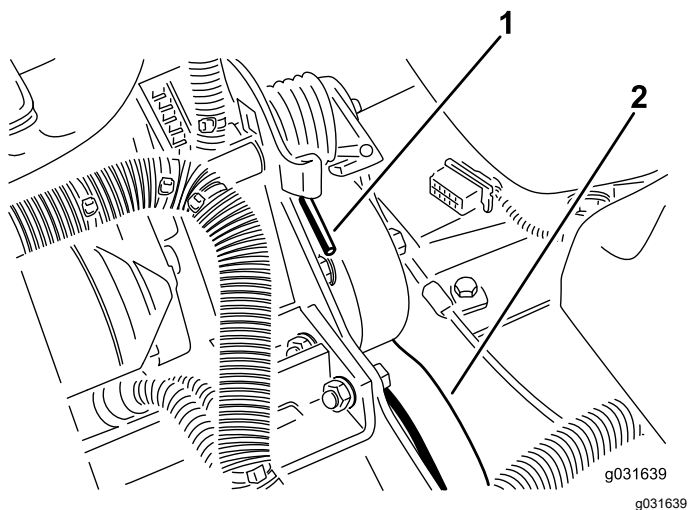

Figura 63
2. Empuje hacia adelante y hacia abajo sobre el extremo del muelle para desengancharlo del soporte y liberar la tensión (Figura 63).